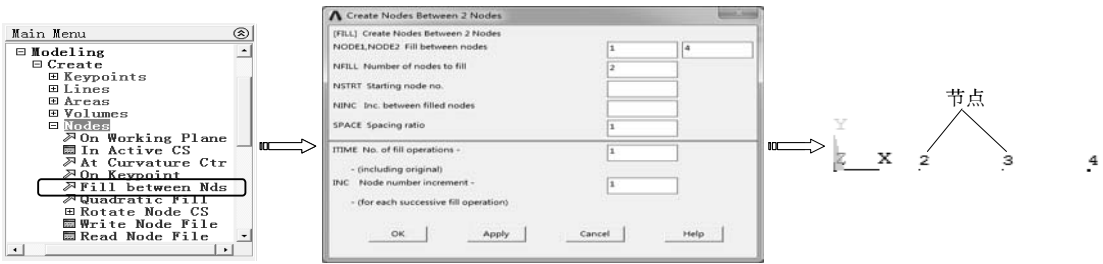

图 7-82 插入节点
4)选择“Main Menu>Preprocessor>Modeling>Create>Nodes>In Active CS”命令，弹出“Fill between Nds”对话框，选择节点 1 和 4，单击“OK”按钮，弹出“Create Nodes Between 2 Nodes”对话框，接受默认设置并单击“OK”按钮创建 2 个节点 2 和 3，如图 7-82 所示。